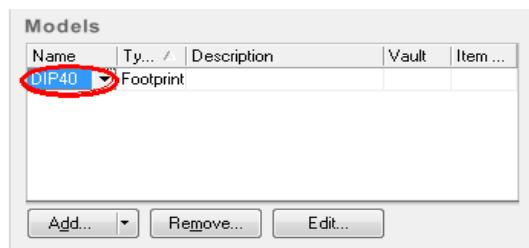

图 6-6.56 加载好封装后的单片机插座
**Step4:** 依次单击 OK，加载后的封装如图 6-6.56 所示。